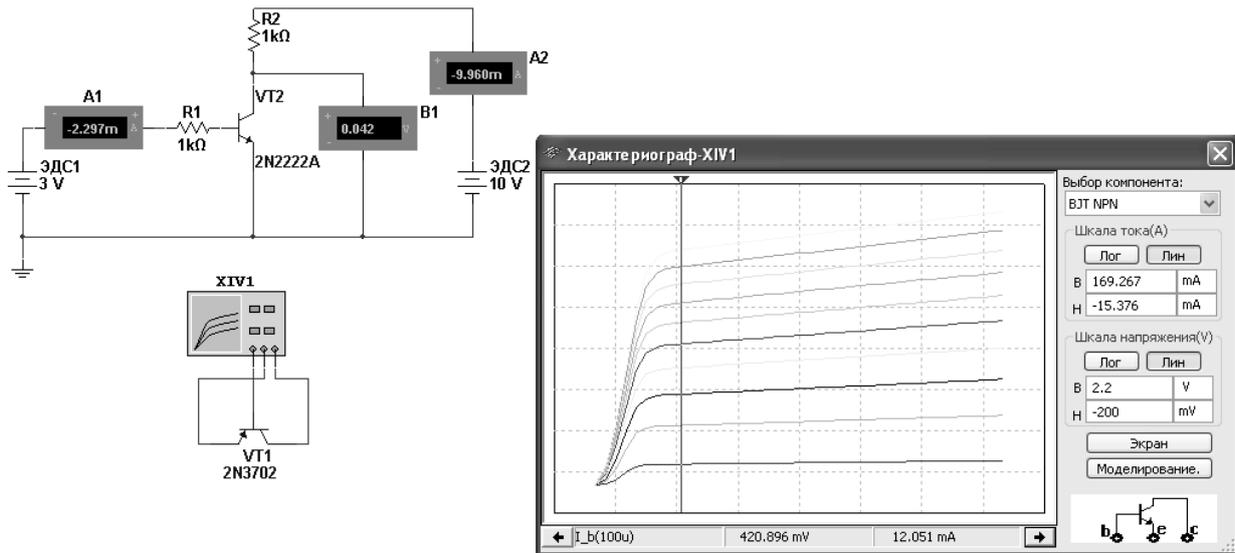

Рисунок 8.1 – Схема для снятия входных и выходных ВАХ биполярного транзистора в среде Multisim
8.1.1 На основании заданного преподавателем типа биполярного транзистора необходимо рассчитать сопротивление ограничивающих резисторов  $R_1, R_2$  (рисунок 8.1) с учетом обеспечения тока коллектора  $I_k < 0,5 I_{k\ max}$ . Заполнить таблицу 8.1.
8.1.4 На основании заданных преподавателем типов полевых транзисторов, необходимо рассчитать сопротивление ограничивающих резисторов  $R_1, R_2$  (см. рисунок 8.1) с учетом обеспечения тока стока  $I_c < 0,5 I_{c\max}$ . Заполнить таблицу 8.3.